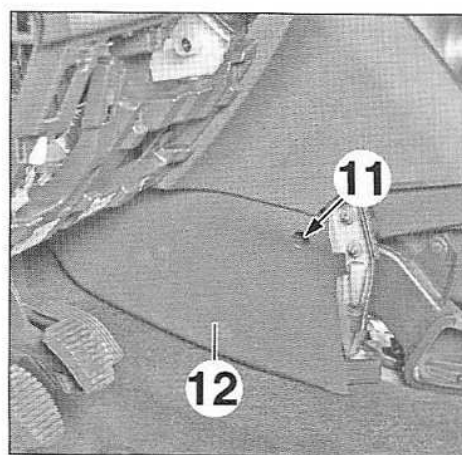
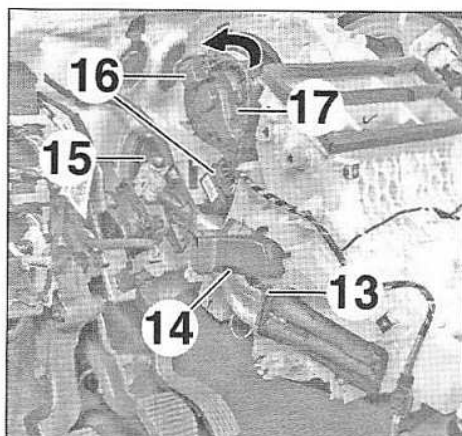

FIG.24
FIG.25
- Déposer la vis (11) (Fig.24).
- Dégrafer et déposer la garniture latérale gauche de console centrale (12).
- Déposer (Fig.25) :
- la vis (13),
- le diffuseur (14),
- la vis et la platine (15).
- Ecarter la platine (15).
- Débrancher les connecteurs (16).
- Tourner le motoventilateur d'habitacle (17) d'un quart de tour dans le sens antihoraire pour la déposer.